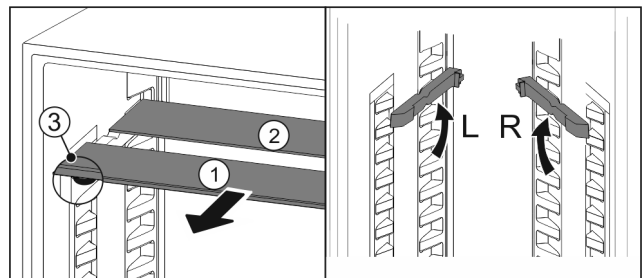

Fig. 27
- ▶ Glasplatten einzeln nach vorne herausziehen Fig. 27 (1).
- ▷ Glasplatte Fig. 27 (1) mit Zierleiste liegt vorne.
- ▷ Stopps Fig. 27 (3) zeigen nach unten.